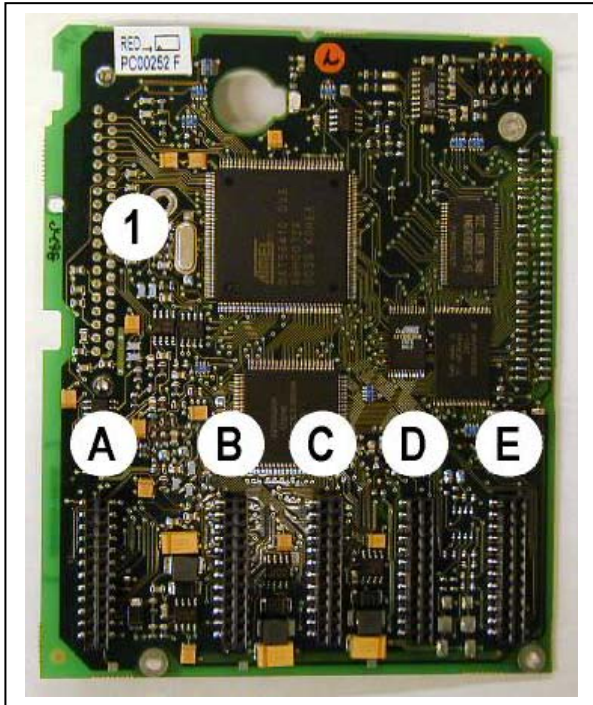

Рисунок 7-1. Плата управления NX
Блок управления преобразователя частоты состоит из платы управления и дополнительных плат, устанавливаемых в пять *параллельных слотов* (А—Е), расположенных на плате управления (см. рис. 7-1 и 7-2). Плата управления подключается к блоку питания через разъем типа D (1) или с помощью оптоволоконных кабелей.